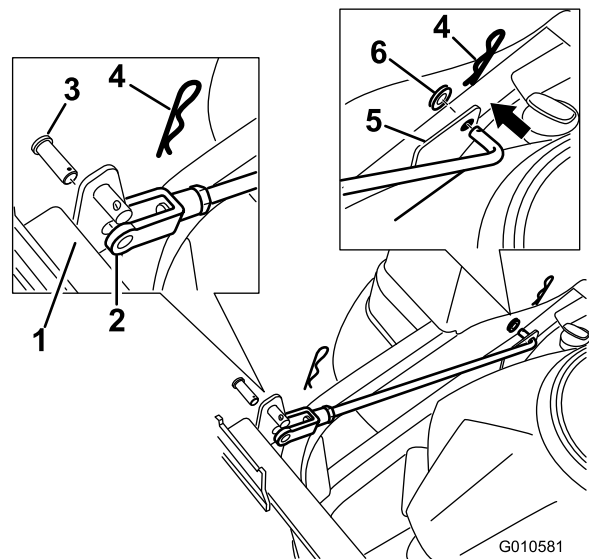

Bild 6
die vorhandene Halterung zwischen dem hinteren Antriebsrad und dem Rahmen (Bild 6).
7. Stecken Sie das gebogene Ende der Stange in den Rahmen des Heckfangsystems, siehe Bild 6. Befestigen Sie das Ende der Stange mit einer Scheibe und einem Splint.
- D. Befestigen Sie das Ende der Stangen mit dem Lastösenbolzen mit dem Lastösenbolzen und dem Splint am Rahmen des Heckfangsystems (Bild 6).